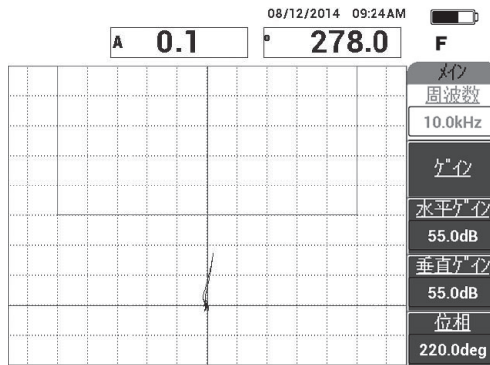

図 6-24 剥離部のスキャン信号
- 13 mm の剥離部の 1 つをゆっくりとスキャンして、フリーズキー (❄️) を押します (150 ページの図 6-24 参照)。